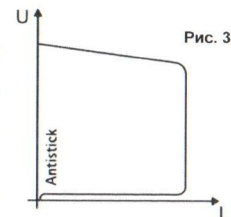

Рис. 3
- На графике 3 (См. Рис.3) показан принцип работы системы «антиприлипание» (ANTI-STICK), где: U – напряжение; I – сварочный ток.